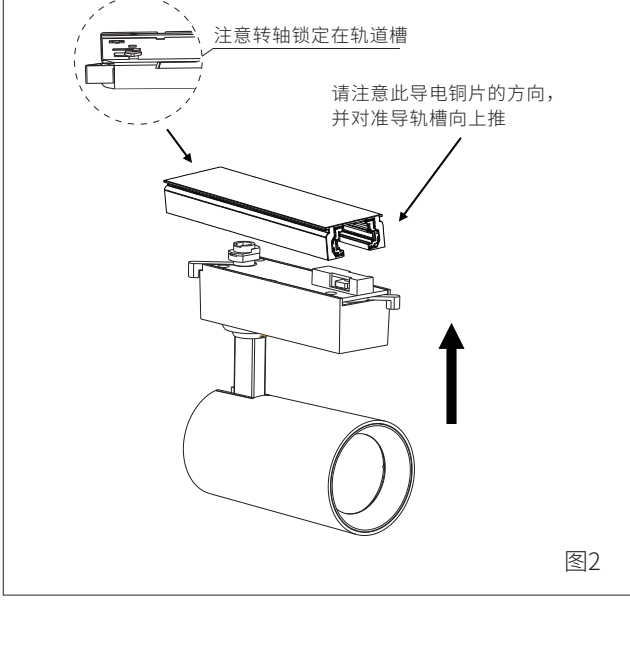

图2
- 3、将轨道盒对准路轨向上推，使接驳器与板手完全卡进路轨槽；（如图2）